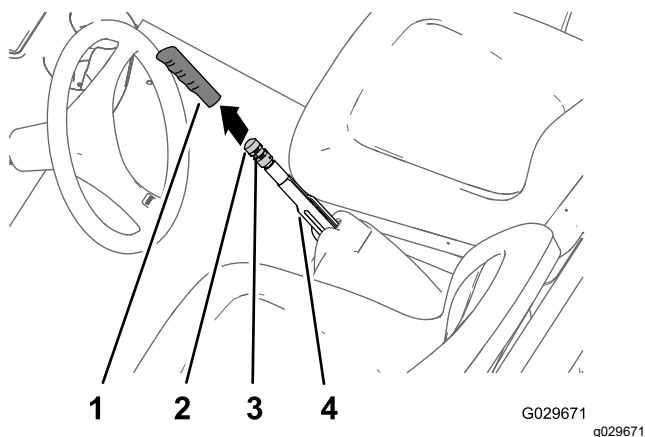

Рисунок 66
1. Снимите рукоятку с рычага стояночного тормоза (Рисунок 66).
2. Ослабьте установочный винт, который крепит ручку регулировки тормоза к рычагу стояночного тормоза (Рисунок 66).
3. Поворачивайте ручку регулировки тормоза до тех пор, пока усилие, требуемое для приведения в действие рычага стояночного тормоза, не достигнет 133-156 Н (Рисунок 66).
4. Затяните установочный винт и установите рукоятку на рычаг (Рисунок 66).
2. Ослабьте установочный винт (Рисунок 66), который крепит ручку регулировки тормоза к рычагу стояночного тормоза, выключите стояночный тормоз и ослабьте ручку регулировки тормоза.
5. Поворачивайте ручку регулировки тормоза (Рисунок 66) до тех пор, пока усилие,
- C. Поворачивайте ручку регулировки тормоза (Рисунок 66) до тех пор, пока усилие, требуемое для приведения в действие рычага стояночного тормоза, не достигнет 133–156 Н.
- Затяните установочный винт и установите рукоятку (Рисунок 66).